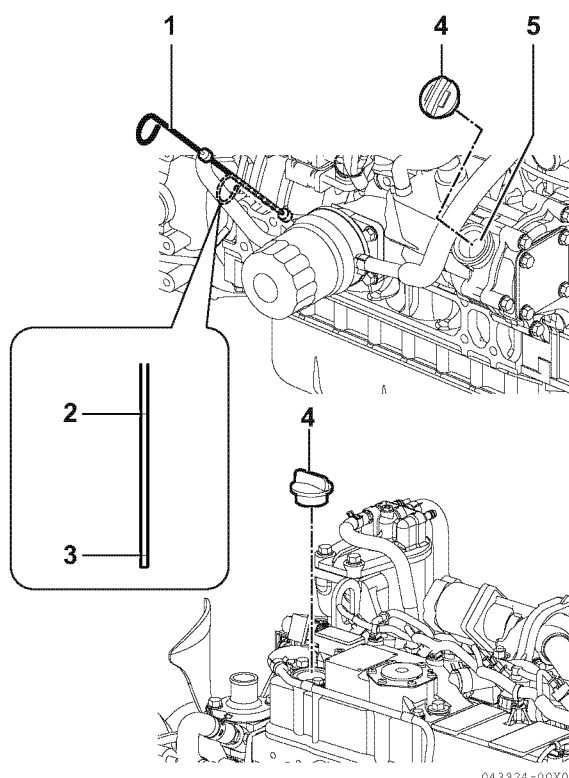

Figure 3
2. Retirez la jauge d'huile (1, **Figure 3**) puis essuyez-la avec un tissu propre.
4. Retirez la jauge d'huile. Maintenez le niveau de l'huile entre les lignes supérieure (2, **Figure 3**) et inférieure (3, **Figure 3**) de la jauge.
2. Retirez le bouchon d'huile (4, **Figure 3**).
3. Ajoutez la quantité indiquée d'huile de moteur par l'orifice de remplissage d'huile de moteur de la partie supérieure ou latérale (5, **Figure 3**). Remplissez avec de l'huile de moteur lors du remplissage à partir de l'orifice de remplissage situé sur le capot. Remplissez avec 1,2 litre au plus d'huile de moteur pendant 30 secondes au moins. De l'huile de moteur peut pénétrer dans le vilebrequin et la chambre de combustion, provoquant un coup de bélier d'huile et, ce qui peut endommager le moteur.
6. Réinstallez le bouchon d'huile (4, **Figure 3**) puis serrez-le à la main. Un serrage excessif peut endommager le bouchon.